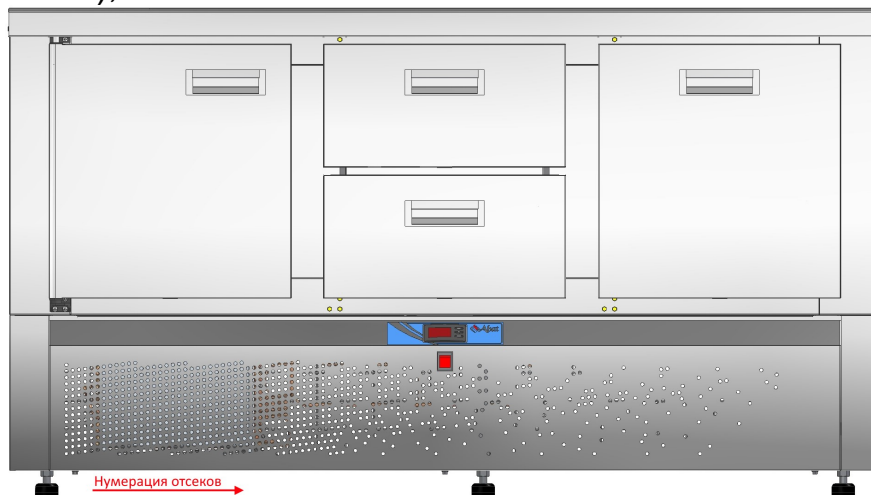

Рис. 3 СХН-70Н-02
- стол холодильный низкотемпературный с нижним расположением агрегата СХН-70Н-02 столешница нерж. 202 без борта (дверь, ящик 1/2, ящик 1) (см. рис. 3);